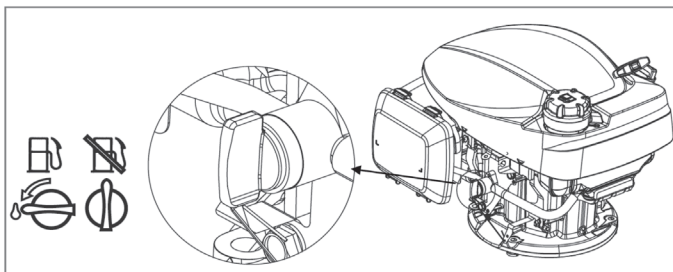

Рис. 17
- Переведите вентиль топливного крана в положение ON «открыто» (рис. 17).